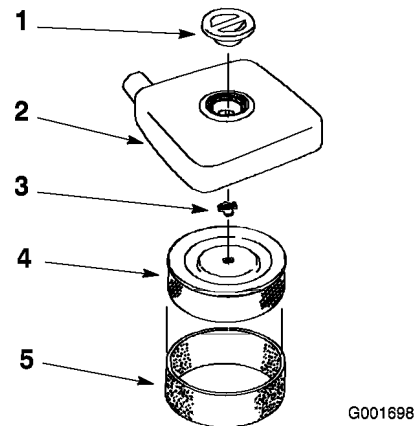

Figure 26
3. Nettoyez la surface autour du filtre à air pour éviter que des impuretés ne s'introduisent dans le moteur et l'endommagent. Dévissez le bouton et déposez le couvercle du filtre à air (Figure 26).
4. Sortez délicatement l'élément en mousse de l'élément en papier (Figure 26).
5. Dévissez l'écrou du couvercle et retirez l'élément en papier (Figure 26).
1. Glissez délicatement l'élément en mousse sur l'élément en papier (Figure 26).
2. Posez l'ensemble filtre à air sur sa base (Figure 26).
3. Reposez le filtre à air et fixez-le en place avec l'écrou du couvercle (Figure 26).